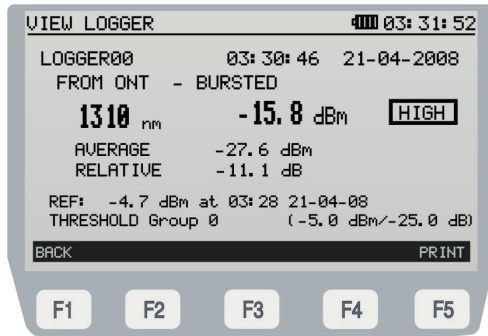

Figure 15.- Logger du signal à 1310 nm.
- 3.- Appuyez sur  [17] ou  [12]. Il est affiché le mode **FAULT LOCATOR** (Figure 15 et 16).